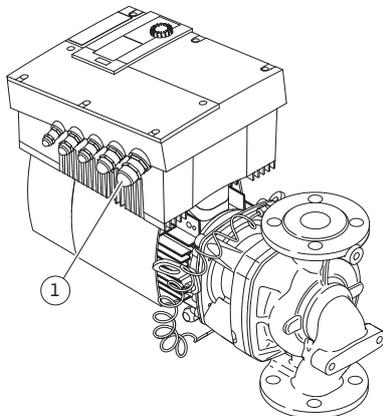

Fig. 27: Kabelverschraubung M25
- Die Netzan-schlussleitung ist durch die Kabelverschraubung M25 (Fig. 27, Pos. 1) zu führen.